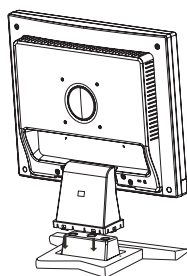

图 1
1. 将 **液晶显示器** 支架的前面插入到底座前面的槽孔内 (图 1)。